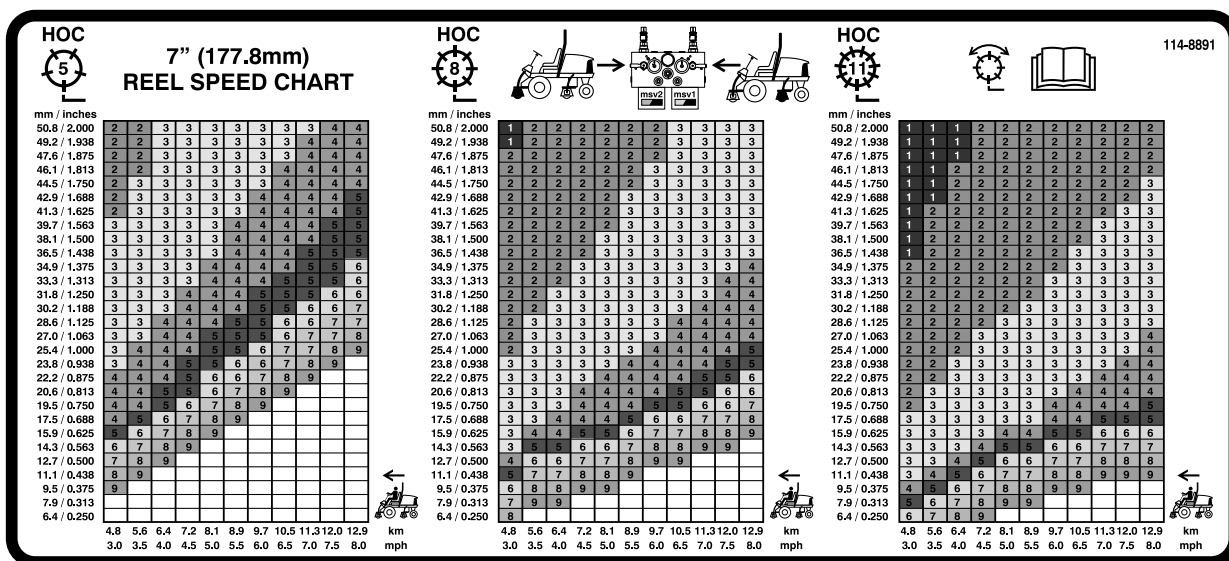

Figura 40
3. Utilizando o gráfico adequado no autocolante 110-0996 (Figura 40) determine a configuração adequada de velocidade do cilindro.